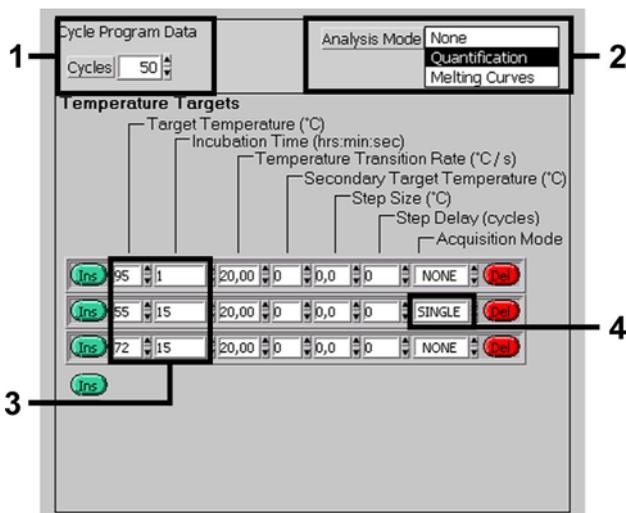

Fig. 5: Amplificación del ADNc.
- C. Amplificación del ADNc Fig. 5